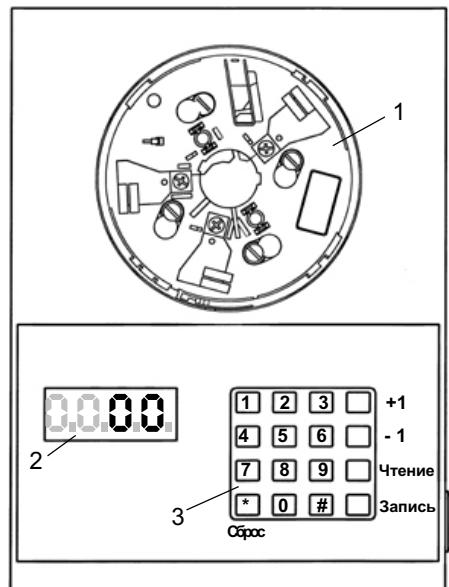

Рис. 1. Внешний вид ПА.
Программатор адреса (далее ПА) обеспечивает запись и считывание двузначного десятичного адреса извещателя серии Леонардо по цепи питания (для доступа ко всем установкам извещателя используйте пульт МПДУ по Инструкции I56-1720-001RU). ПА состоит из прямоугольного корпуса. На лицевой стороне ПА размещены база 1 (рис. 1) для установки извещателя Леонардо, индикатор адреса 2 и клавиатура 3 для установки адреса извещателя и изменения его значения на +1 и на -1. Питание ПА осуществляется от двух алкалиновых батарей напряжением 9 В типа MN1604 (6LR61). Программатор рассчитан на работу в нормальных условиях.
2.2. Установите первый извещатель в базу 1 (рис. 1):
2.4. Для записи адреса в извещатель Леонардо нажмите клавишу «**Запись**». После записи адреса на индикаторе 2 (рис. 1) появится немигающая надпись с номером записанного адреса.